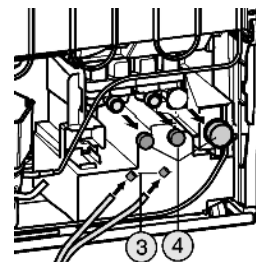

Fig. 12
- ▶ Снимите защитные колпачки с концов шлангов Fig. 12 (3) и электромагнитных клапанов Fig. 12 (4).